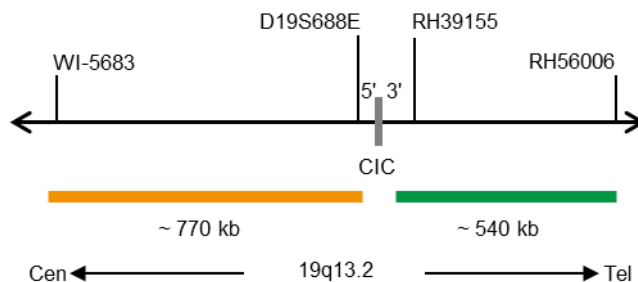

Fig. 1: SPEC CIC Mapa da sonda (sem escala)
- Polinucleótidos (~10 ng/μl) com marcação ZyGreen (excitação 503 nm/emissão 528 nm), dirigidos ao mapeamento de sequências alvo em 19q13.2\* (chr19:42,835,047-43,374,575) distais à região de quebra do CIC (ver Fig. 1).
- Polinucleótidos (~4.5 ng/μl) com marcação ZyOrange (excitação 547 nm/emissão 572 nm), dirigidos ao mapeamento de sequências alvo em 19q13.2\* (chr19:41,980,301-42,751,339) proximais à região de quebra do CIC (ver Fig. 1).